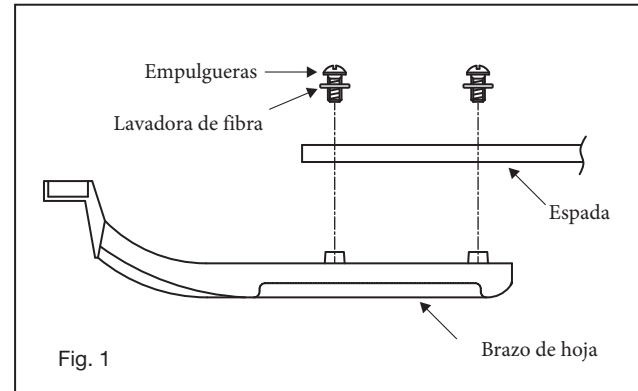

Fig. 1
- 1 Coloque la arandela de fibra en el tornillo. Inserte este conjunto a través de la hoja y coloque el tornillo en el brazo de la hoja. Repita este procedimiento sin apretar el tornillo hasta que los 3 tornillos se hayan introducido en el brazo de la hoja (Fig. 1).